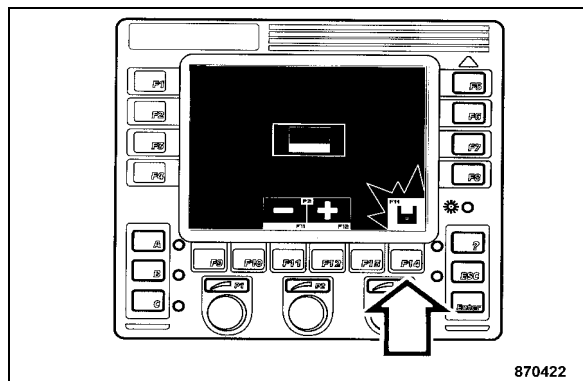

Fig. 88
- Appuyer sur la touche "F14" (Fig. 88) pour sauvegarder la sélection.